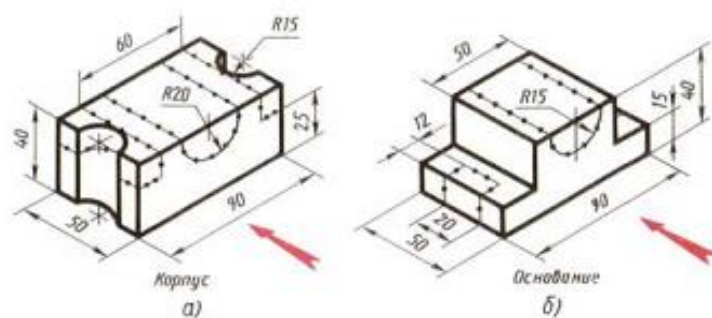

Рис. 151. Задания к графической работе № 8
5. Выполните чертеж детали (рис. 151), у которой удалены части по нанесенной разметке. Направление проецирования для построения главного вида указано стрелкой.